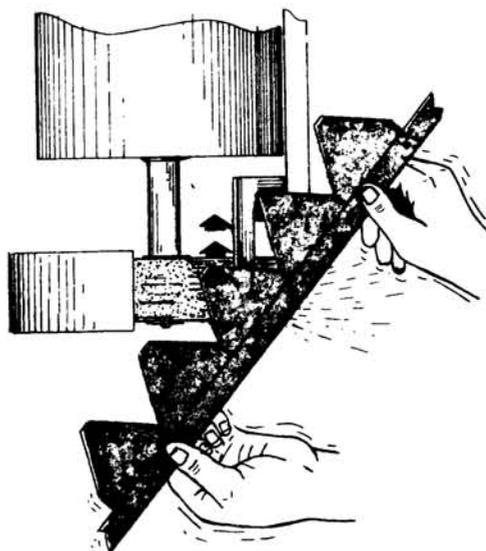

Fig. 3
- b Afile las cuchillas en la amoladora fija, conservando el ángulo de corte y el bisel (fig. 3).